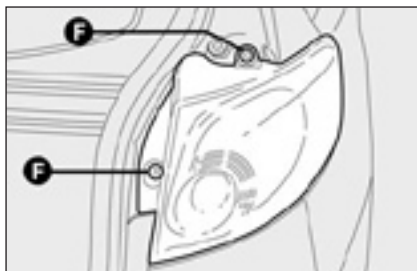

рис. 24
- ☐ открутите 2 шурупа **F-рис. 24** и снимите корпус;